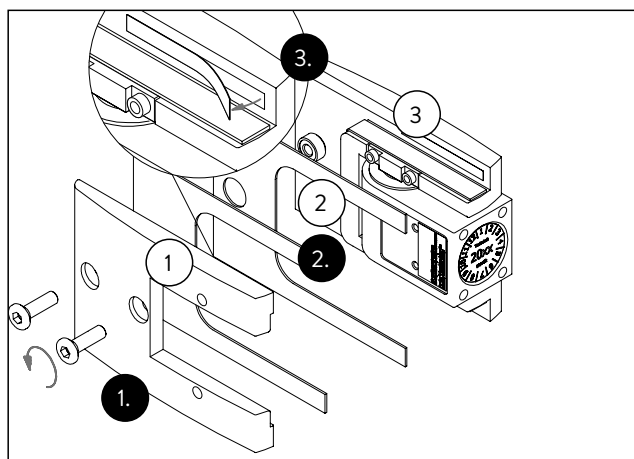

Fig. 14 Preparazione della cerniera per porta a vento
1. Svitare la contropiastra (Fig. 14/1).
2. Scegliere gli strati intermedi adeguati (Fig. 14/2) in base allo spessore del vetro (vedere Capitolo 4.2).
3. Rimuovere le pellicole protettive delle strisce adesive sulla piastra portante e sulla contropiastra (Fig. 14/3).